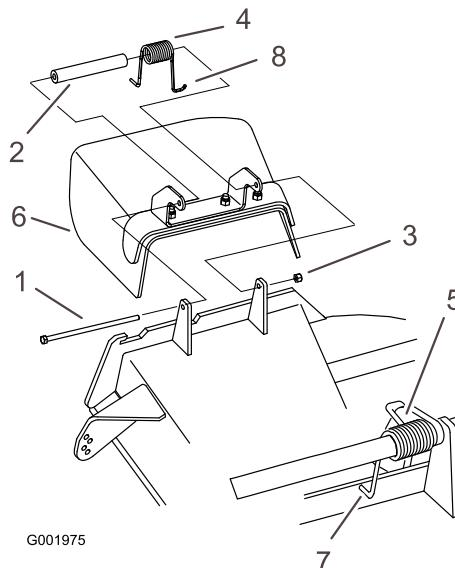

Figure 72
1. Retirez le contre-écrou, le boulon, le ressort et l'entretoise qui fixent le déflecteur aux supports de pivot (Figure 72). Enlevez le déflecteur s'il est endommagé ou usé.
Remarque: Prenez soin de placer l'extrémité en **L** du ressort derrière le bord du tablier avant de mettre le boulon en place, comme indiqué à la Figure 72.
3. Remettez le boulon et l'écrou. Accrochez l'extrémité en **J** du ressort au déflecteur d'herbe (Figure 72).